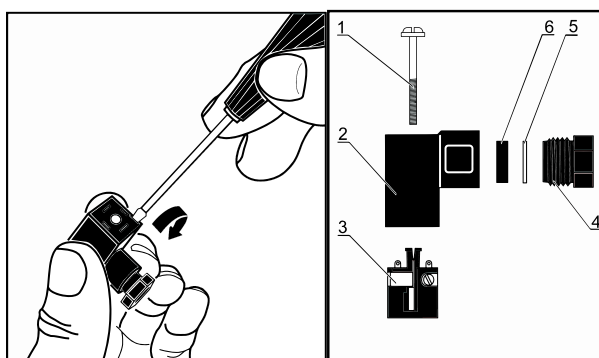

Рисунок 4.3 – Монтаж проводов
5. Для датчиков с DIN разъемом (см. рисунок 4.3):